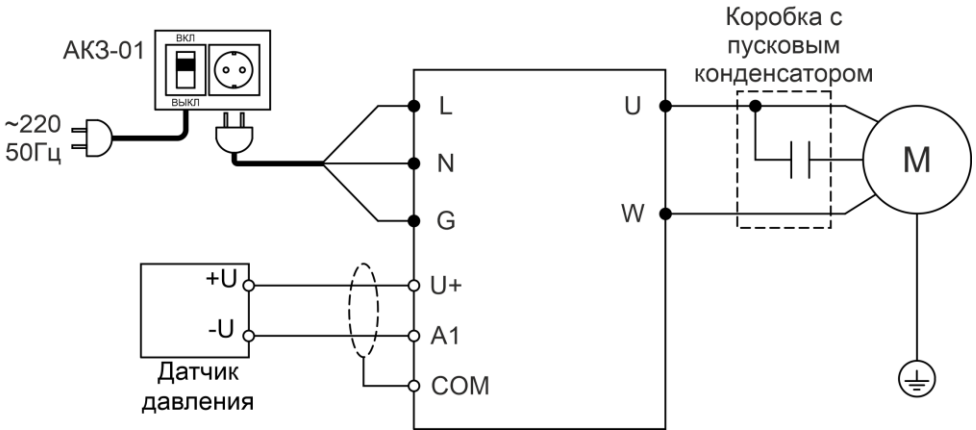

Рисунок 2 – Схема подключения ПЧ
- 1) Установите и подключите ПЧ в соответствии со схемой на рис. 2.